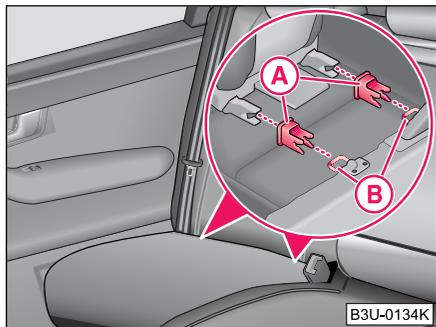

Abb. 113 Halteösen (ISOFIX-System)
- Stecken Sie die Aufnahmetrichter (A) auf die Halteösen (B) zwischen Rückenlehne und Sitzfläche ⇒ Abb. 113.